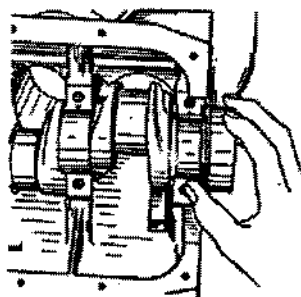

Fig. 2-12. Instalações dos casquilhos de encosto
3. Selecionar o casquilho de encosto de espessura adequada, conforme procedimento descrito em **árvore de manivelas e volante**; posicionar as metades do casquilho de encosto no mancal traseiro (fig. 2-12).